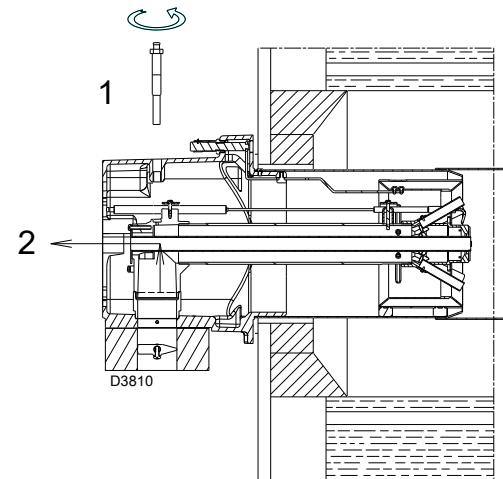

图 15
- 拆下螺丝 1)(图 15)
- 取出燃烧头内的部件 2)(图 15)，并对他们进行校准。
不要旋转探针，应使其保持图 15 所示状态；如果其位置太靠近点火电极，可能会损坏控制器的火焰信号放大器。